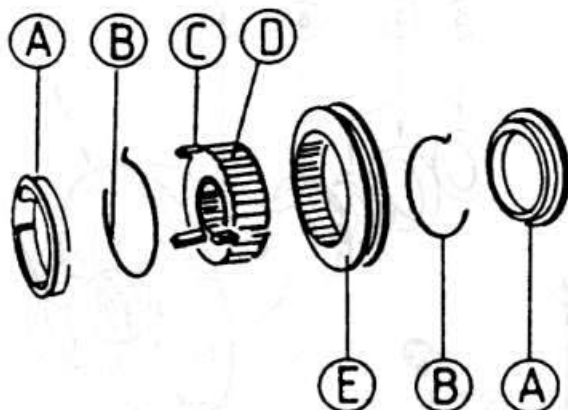

Рис. 3.21
- ♦ Выньте состоящее из трех частей стопорное кольцо ступицы синхронизатора первой и второй передачи. Выньте подвижные части синхронизатора (рис. 3.21).